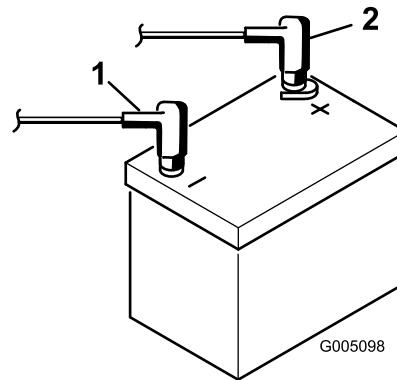

Figura 7
8. Conecte el cable positivo (rojo) al borne positivo (+) y el cable negativo (negro) al borne negativo (-) de la batería y sujetelos usando los pernos y las tuercas (Figura 7). Deslice la cubierta de goma sobre el terminal positivo para evitar posibles cortocircuitos eléctricos.